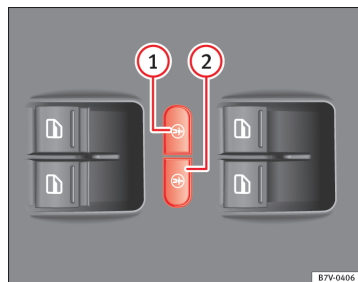

Fig. 51 I førerdøren: knapper til elektrisk børnesikring
Den elektriske børnesikring forhindrer, at skydedørene og elruderne i skydedørene kan åbnes indefra, så fx børn ikke ved en fejl kommer til at åbne en dør under kørsel. Knappen til venstre ⇒ Fig. 51 ① og knappen til højre ② aktiverer børnesikringen bag i henholdsvis venstre og højre side.